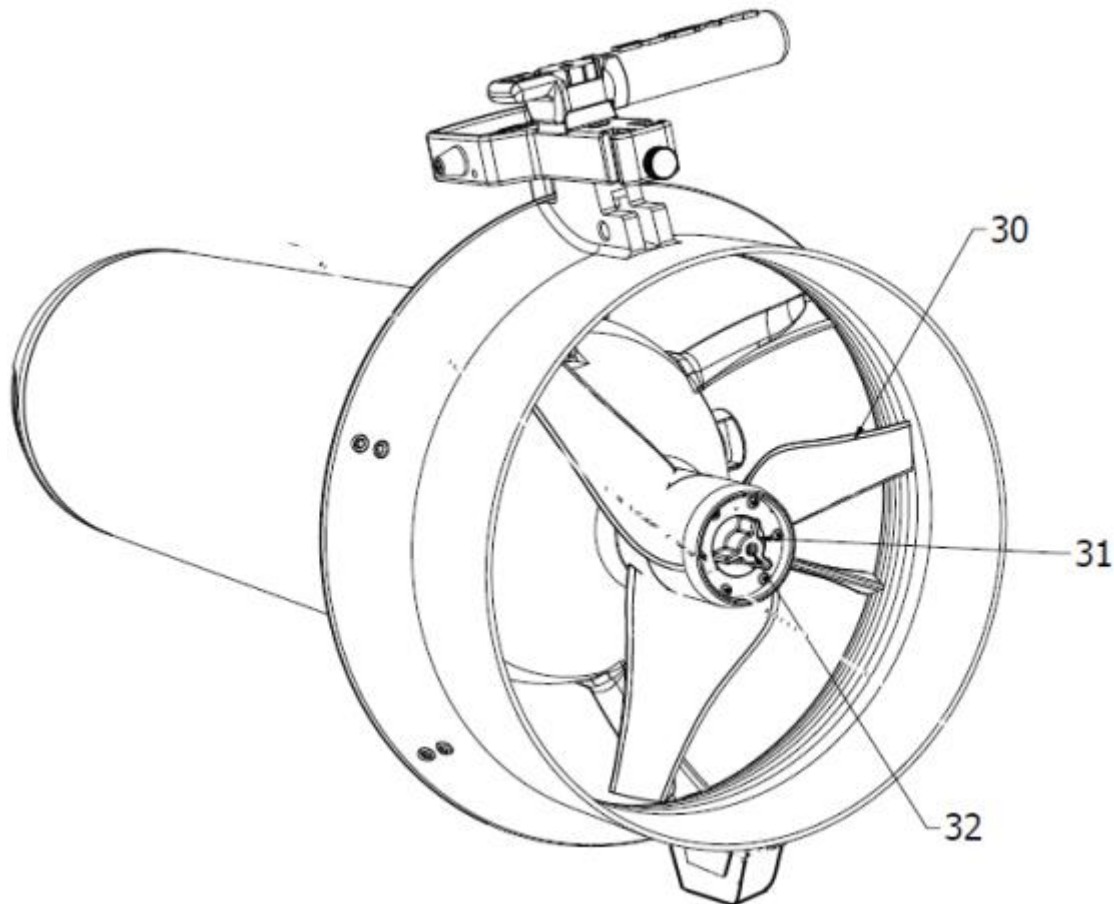

Fig.9 - Estrazione dell'elica
Afferrare l'elica per una pala (30 - Fig. 9) e svitare il pomello (31), girando in senso ANTIORARIO fino alla completa estrazione dell'elica.